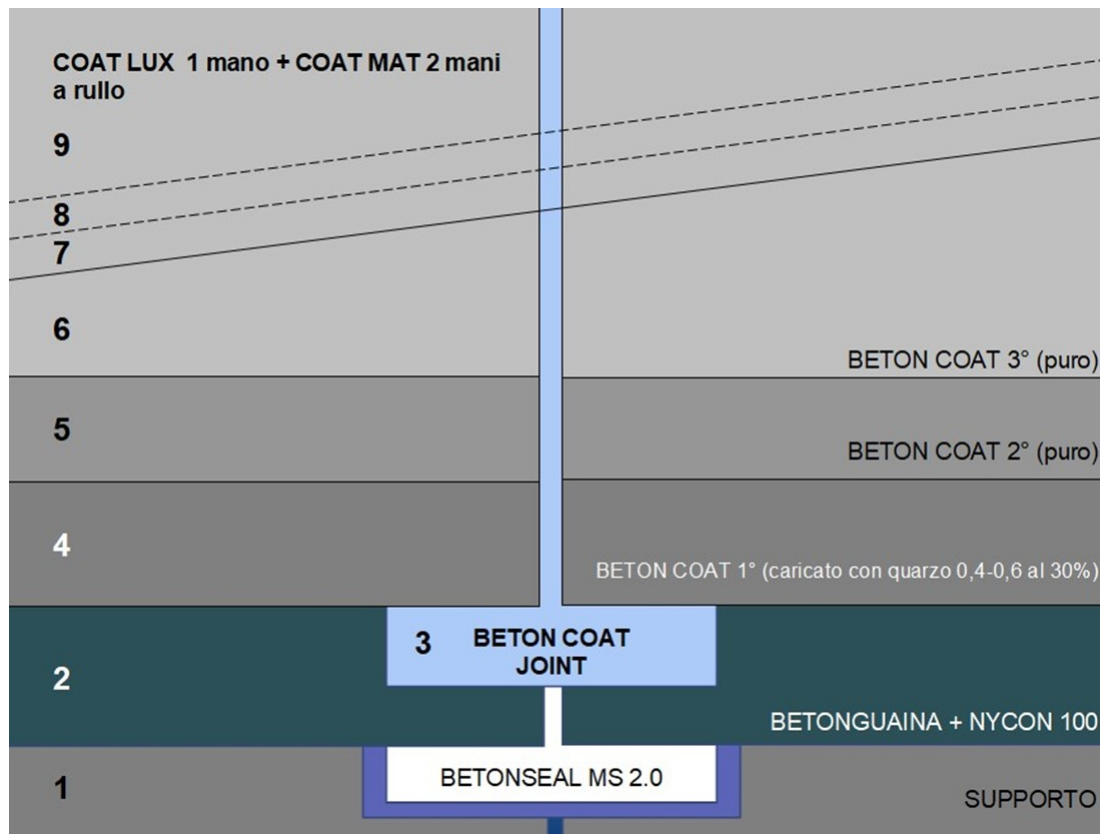

Fig. 1: schema del ciclo BETON COAT completo, dal supporto alla finitura protettiva.
- NOTA: i giunti dovranno essere stati opportunamente trattati prima dell'applicazione di BETONGUAINA o BETONGUAINA.S come descritto nelle relative Schede Tecniche. (Nella successiva Fig. 1, vedi i punti 1 e 2).
- Procedere con la stesura del manto di BETON COAT come descritto nelle seguenti sezioni, avendo cura di degradare dolcemente in prossimità del giunto così da limitare la formazione dello scalino tra BETON COAT e BETON COAT JOINT. (Nella successiva Fig. 1, vedi il punto 3).
(Nella successiva Fig. 1, vedi il punto 4).
(Nella successiva Fig. 1, vedi il punto 5).
(Nella successiva Fig. 1, vedi il punto 6).
- Prima mano: COAT LUX applicato con rullo a pelo corto. (Nella successiva Fig. 1, vedi il punto 7).
- Seconda mano e terza mano: COAT MAT, applicate con rullo a pelo corto sulla precedente asciutta e calpestabile. (Nella successiva Fig. 1, vedi i punti 8 e 9).